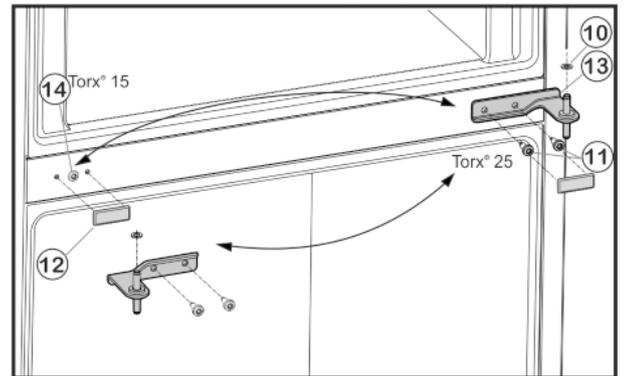

Fig. 5
- ▶ Svitare le viti di fissaggio Fig. 5 (11) (2 viti Torx® 25) e sfilare il cuscinetto di supporto centrale dalla porta inferiore.
- ▶ Rimuovere la rondella in plastica Fig. 5 (10).
- ▶ Estrarre con cautela la copertura Fig. 5 (12).
- ▶ Svitare la vite di fissaggio Fig. 5 (14) (1 giro con chiave Torx® 15) e riapplicarla sul lato opposto.
- ▶ Riapplicare la copertura Fig. 5 (12) sul lato opposto.
- ▶ Inserire il cuscinetto di supporto centrale Fig. 5 (13) ruotato di 180° nella porta inferiore e avvitarlo usando le viti di fissaggio Fig. 5 (11) (2 viti Torx® 25) sul nuovo lato della cerniera (**applicando 4 Nm**).
- ▶ Applicare nuovamente la rondella in plastica Fig. 5 (10).
- ▶ Posizionare la porta superiore sul cuscinetto di supporto centrale Fig. 5 (13).